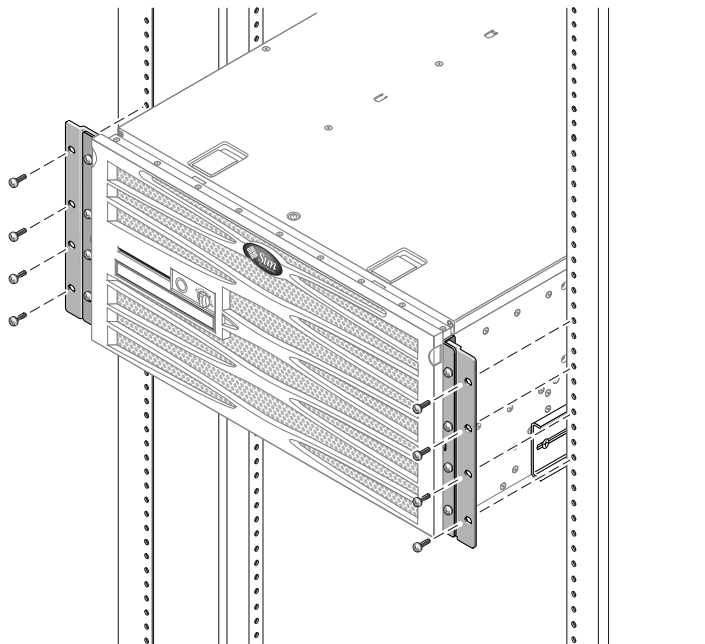

图 3-21 将 600 毫米前端可调托架安装到机架上
9. 在机架两侧各用四颗螺丝，将 600 毫米前端可调托架固定到机架前端（图 3-21）。所用螺丝的尺寸将因机架而异。